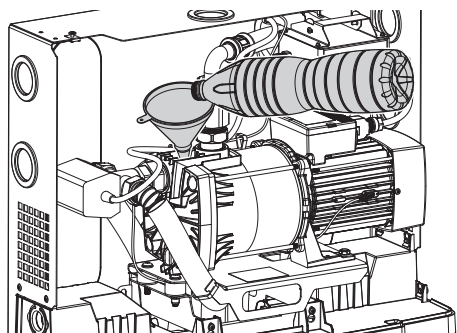

Fig. 21: Plnenie čerpadla
2. Naplňte čerpadlo pomocou lievika čistou vodou (Fig. 21).